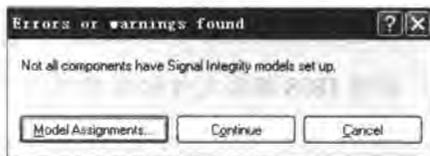

图 12-10 未设定 SI 模型提示框
- [2] 在原理图编辑环境中，执行【Tools】/【信号完整性】命令，或者在 PCB 编辑环境中执行【工具】/【信号完整性】命令，开始运行信号完整性分析器，若设计文件中存在没有设定 SI 模型的元器件，则系统会弹出如图 12-10 所示的提示框。
- [1] 在 PCB 编辑环境中，设置了信号完整性分析的有关规则之后，执行【工具】/【信号完整性】命令，系统开始运行信号完整性分析器，弹出如图 12-10 所示的提示框。